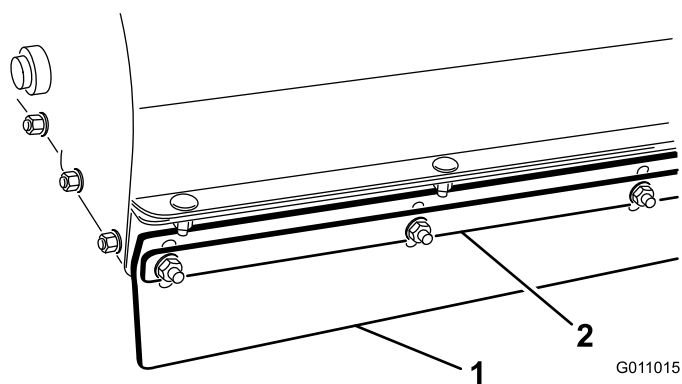

Figura 20
- Solte as porcas que prendem a tira de metal e a aba dianteira à caixa da escova (Figura 20).